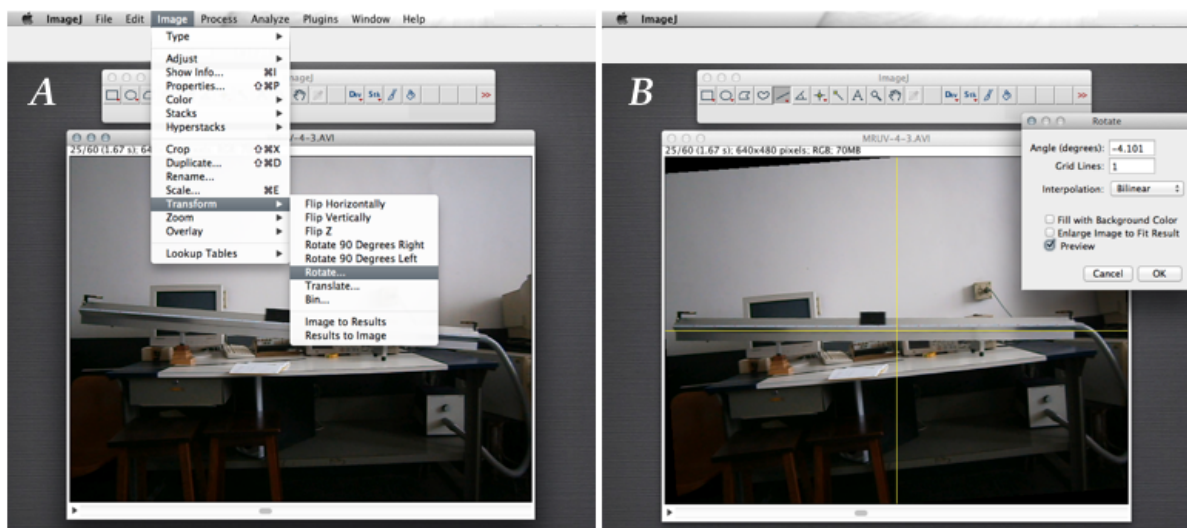

Figura E.17: ImageJ: rotação do filme por um determinado ângulo, ver texto
- (a) Escolha a opção “Imagem” do menu principal, logo “Transform” e finalmente “Rotate”, como mostrado na Figura E.17-A.
- (c) **Como a rotação é uma ação definitiva** e não pode ser refeita, utilizar sempre o “Preview” para poder ter certeza de que se está realizando a rotação desejada (ver Figura E.17-B) antes de dar o “OK” final.